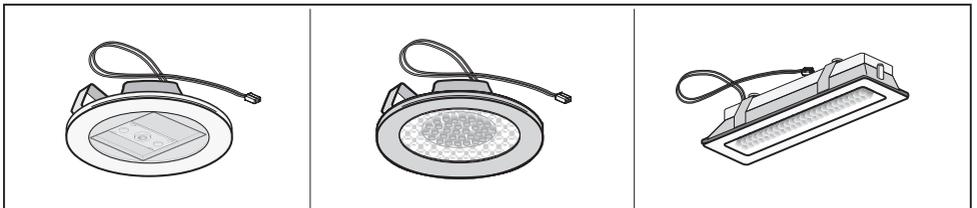

Fig.14
• **Sostituzione delle lampade LED (Fig.14):**